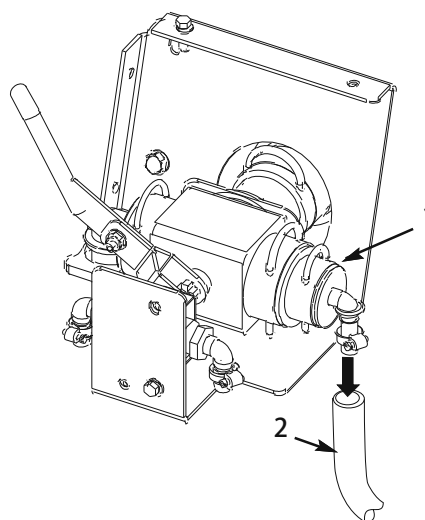

図18
21. 1/2 インチホースを制御バルブ・アセンブリの空いたフィッティングに接続する (図18)。